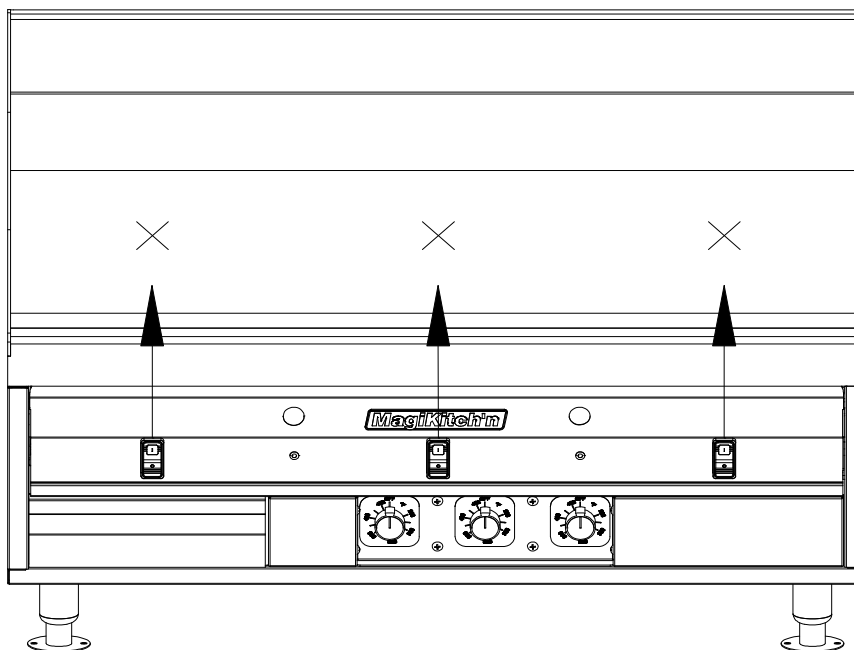

Figure 8
1. Si un thermomètre de surface du grill est disponible, le mettre au-dessus de la sonde de chaque thermostat, à 30 cm (12 po) de la face avant de la surface du grilloir (voir la figure 8 ci-dessous). Les sondes de détection sont situées au droit de chaque interrupteur « ON/OFF » (marche/arrêt); aligner votre appareil de mesure par rapport à l'interrupteur et surveiller la température de toutes les commandes à régler.